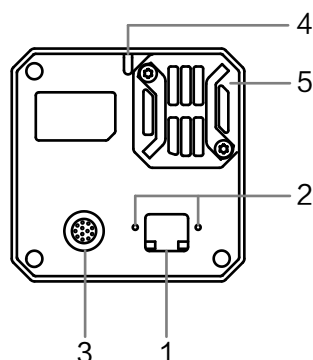
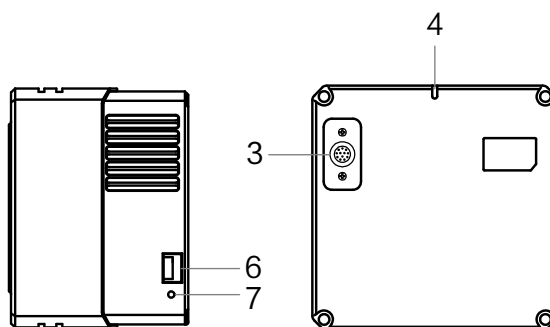
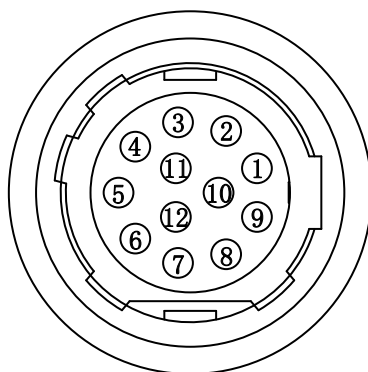
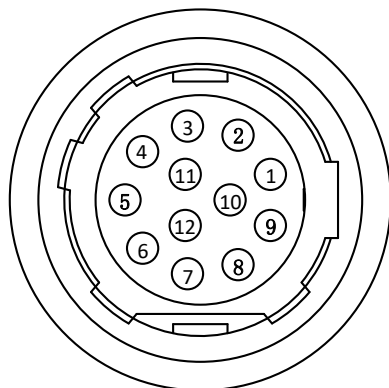

图2-1 万兆 RJ-45 口相机外观
图2-2 万兆光口相机外观
图2-3 12-pin P10 接口
图2-4 12-pin P10 接口
不同型号的相机外观有所不同，主要分为如图 2-1 和图 2-2 两种情况。
- 图 2-1 相机外观对应的管脚信号定义如图 2-3、表 2-2 所示。
- 图 2-2 相机外观对应的管脚信号定义如图 2-4、表 2-3 所示